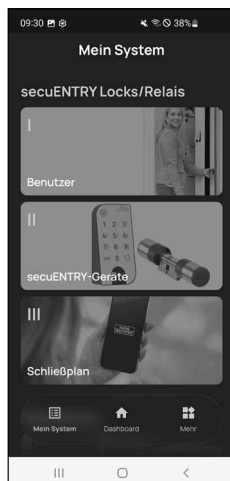

Fig. 8
- Ya puede salir del menú (I - Usuario). Vuelva al menú «Mi sistema» (Fig. 8).